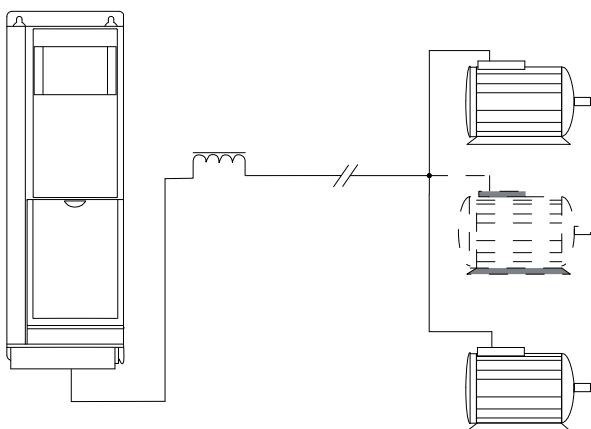
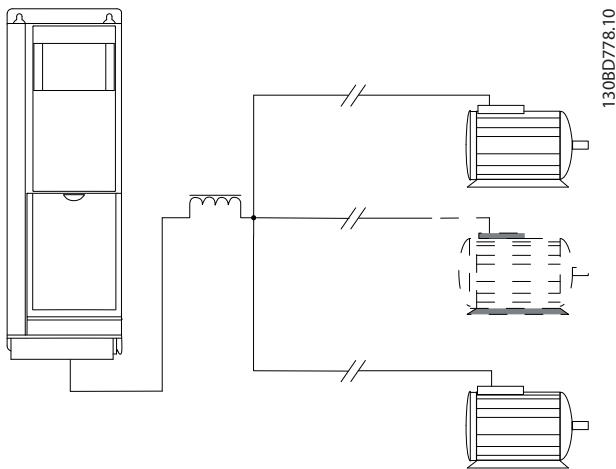

图 3.14 带负载的并行电缆
图 3.15 长并行电缆的 LC 过滤器
- 只要并联的每根电缆的长度不超过 10 米，表 3.4 中指定的电机电缆总长度即有效，请参阅 图 3.14 和 图 3.15。
- 考虑电机电缆两端的压降，请参阅 图 3.15。
- 对于长并行电缆，使用 LC 滤波器，请参阅 图 3.15。